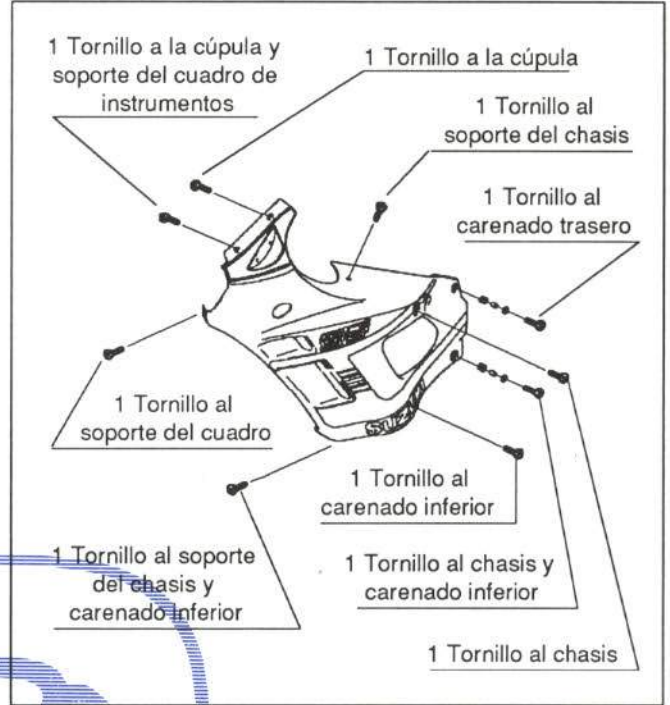

Figura 14.- Unión del carenado delantero
Va atornillada de la forma que muestra la figura 14.
- Desmontar carenado (figura 14)